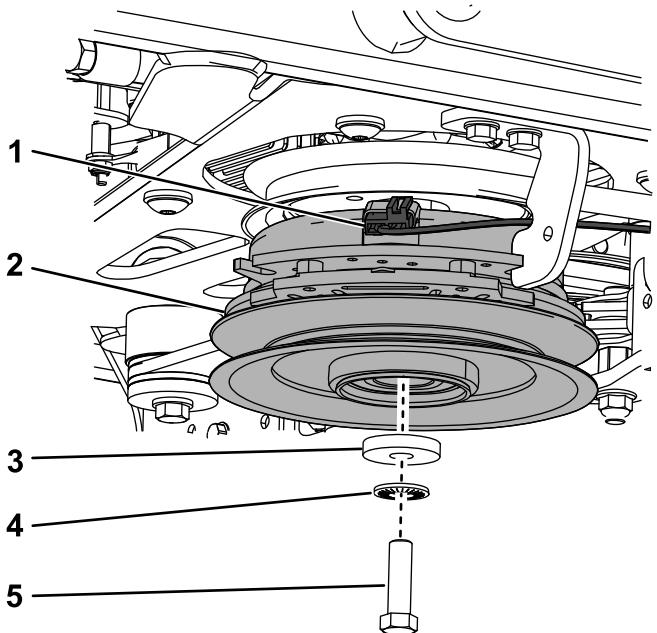

Figure 89
A. Débranchez le faisceau de câblage de l'embrayage (Figure 89).
- B. Retirez le boulon, la rondelle, la rondelle élastique et l'embrayage (Figure 89).